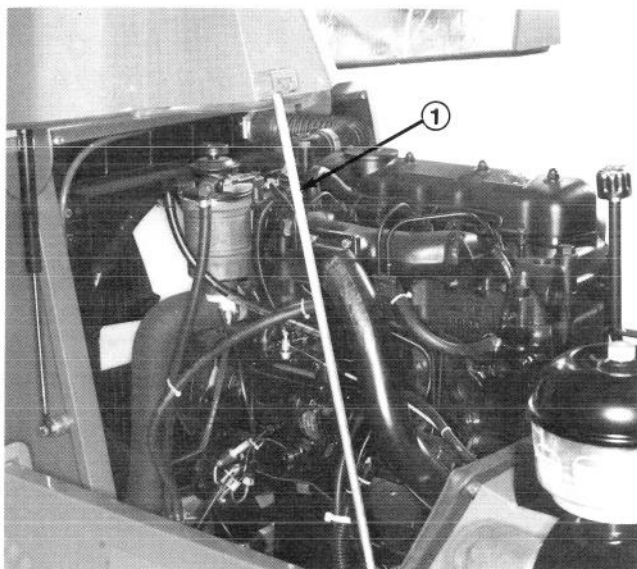

Figure 2
2. Ouvrir le capot et le maintenir relevé à l'aide de la béquille (Fig. 2).